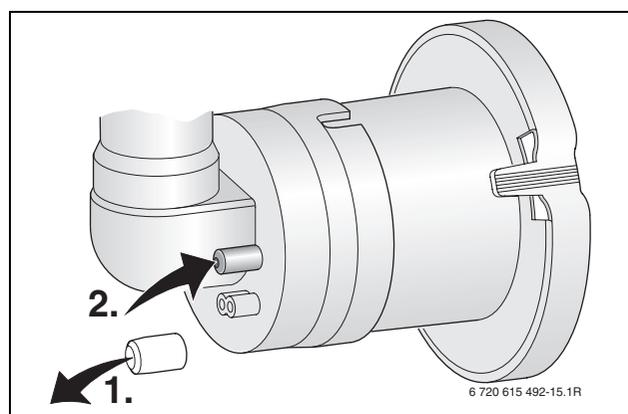

Fig. 50
- ▶ Controllare la pressione di miscelazione, presso il miscelatore aria-gas, alla potenza termica nominale (di fabbrica) come di seguito (fig. 50):